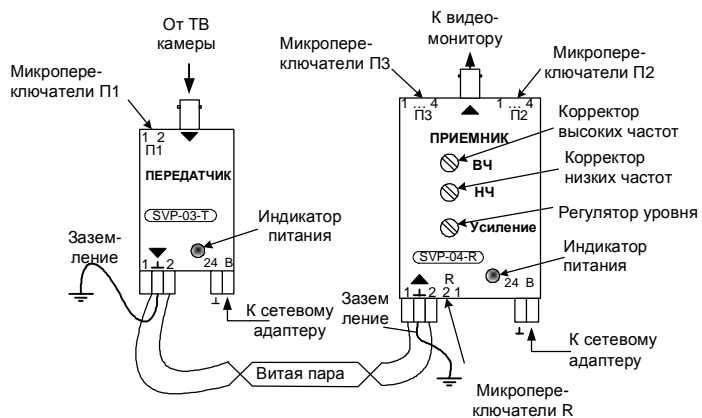
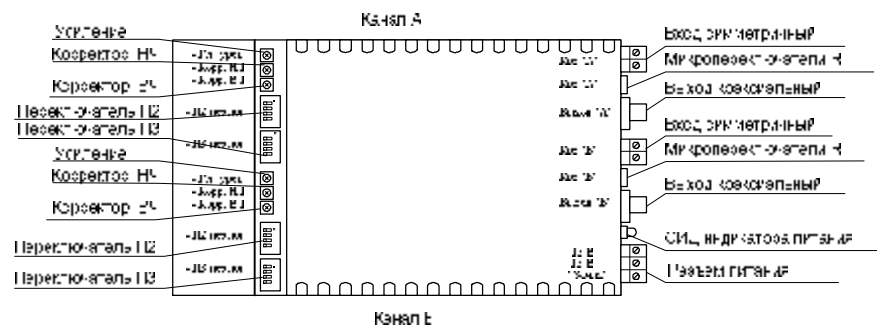

Рис. 1. Схема подключения и расположения органов регулировки SVP-03T, SVP-04R
Рис. 2. Расположение органов регулировки и индикации SVP-04-2Rack
3.2.2. Установить устройства на вертикальных поверхностях по месту (а устройства SVP-04-2Rack установить в модульный блок SVP-RM-BP-30) и подключить линию связи через соответствующие разъемы с соблюдением полярности витых пар на передатчике и приемнике. Для заземления устройства использовать контакт разъема для подключения к общей шине заземления (см. рис.1 и рис. 2).